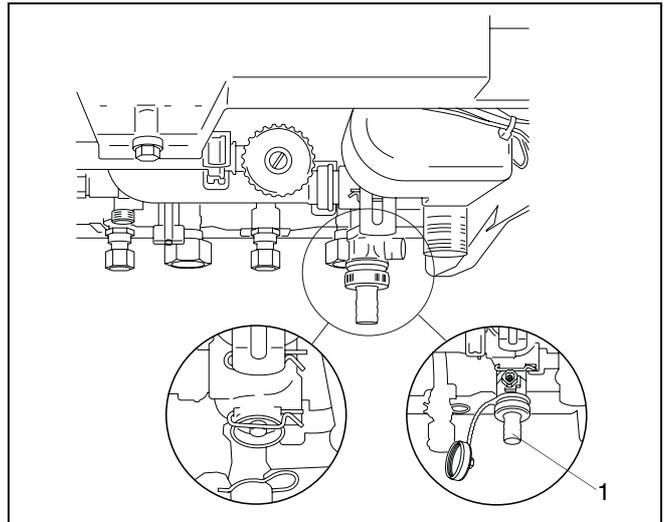

Fig. 6 Montaggio del rubinetto di riempimento in basso a destra
La caldaia murale ad alto rendimento **Logamax plus GB132-24(K)** nella versione ampliata adotta un rubinetto di riempimento e di scarico fornito a corredo. Il rubinetto può essere montato in corrispondenza del tappo cieco (fig. 6, pos. 1). Procedere nel modo seguente: